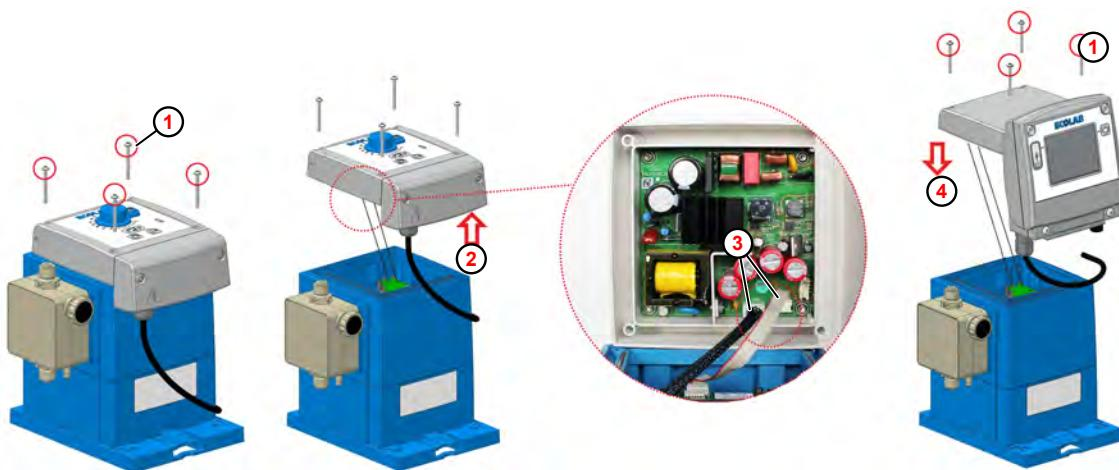

Fig. 33: Mise à niveau vers EcoAdd
- ① Vis de fixation
- ② Retirer l'unité de commande
- ③ Fiche
- ④ Poser l'unité de commande
1. Desserrez les vis de fixation (Fig. 33 , ①) de l'unité de commande **EcoUp** à l'aide d'une clé Torx (TX25).